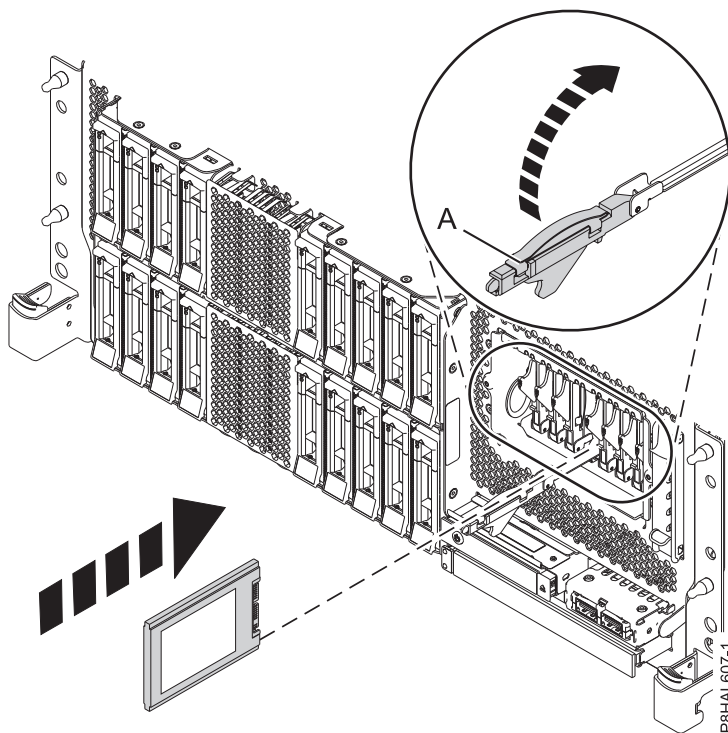
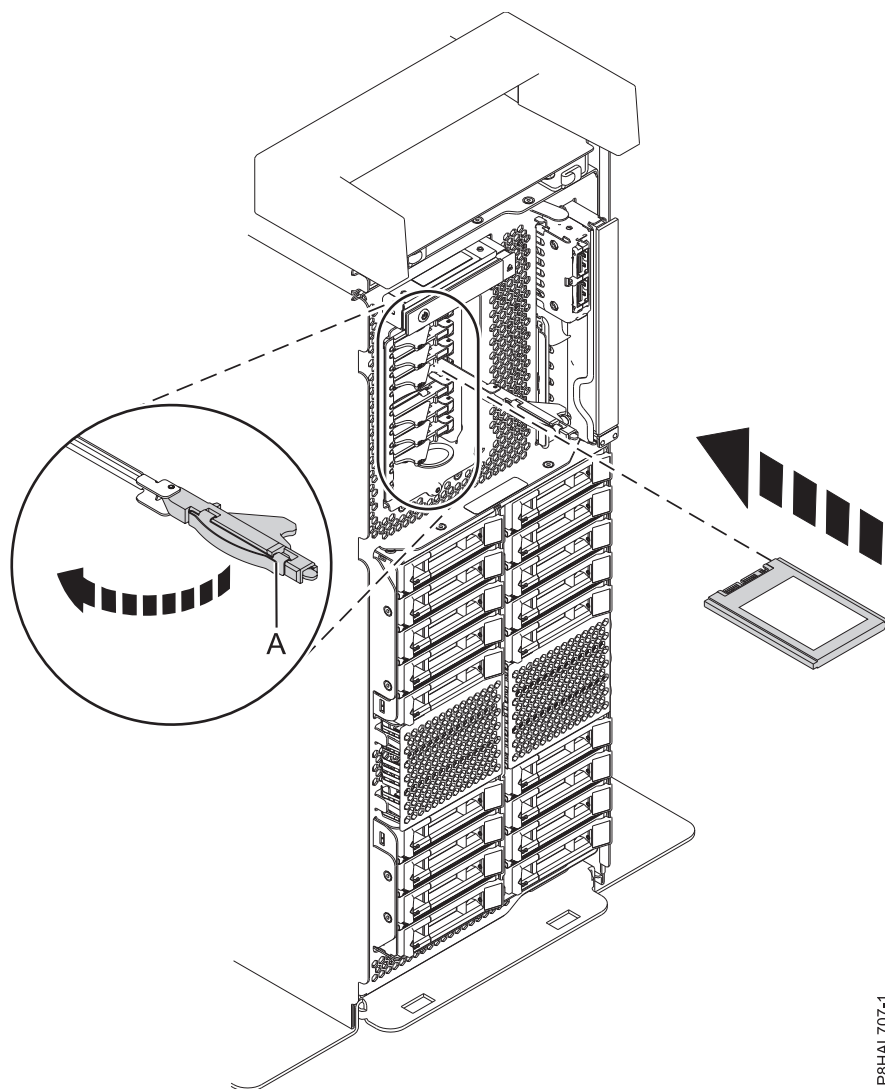

Figura 38. Instalar uma unidade SSD num sistema de função expandida montado em bastidor
Figura 39. Instalar uma unidade SSD num sistema de função expandida autónomo
15. Com a pega do compartimento de unidade de SSD (A) na posição desbloqueada, puxe a alavanca para fora para ter acesso às calhas na ranhura de SSD. Apoie a parte inferior da SSD à medida que a alinha com as calhas na ranhura de SSD. Consulte a Figura 38 e a Figura 39 na página 45.
20. Bloqueie a unidade ao rodar a pega do compartimento (A) na direcção demonstrada em Figura 38 e Figura 39 na página 45.